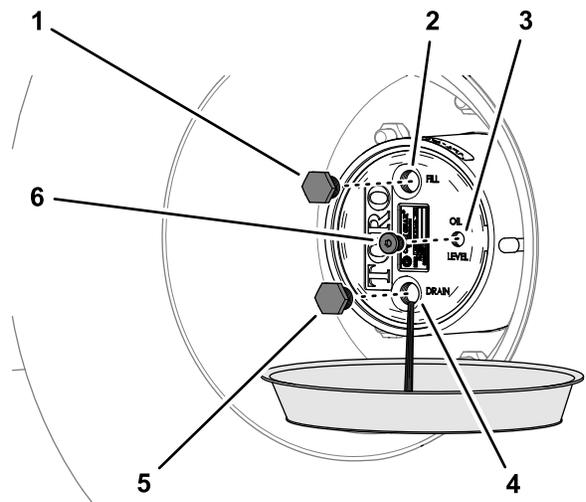

图 99
2. 将放油盘放在行星齿轮传动毂下面取出排油塞、加油塞和检查塞并让润滑油完全排出图 99。